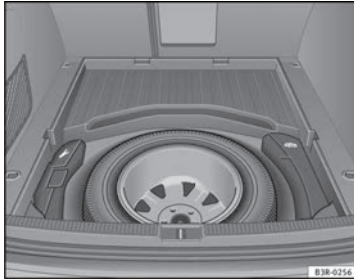

Abb. 195 Reserve-Stahlrad
- Drehen Sie das Handrad → Abb. 195 entgegen dem Uhrzeigersinn heraus.